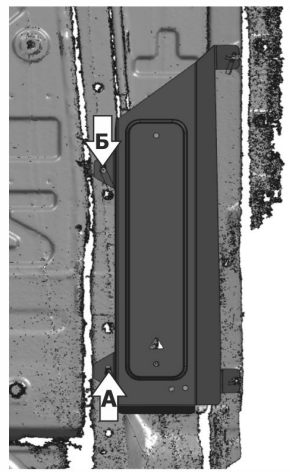

Рис.2
9. Экран 1 завести открытыми пазами на вкрученные болты М6х30 с шайбами 6 в отверстиях (В), (Г). В отверстия (А), (Б) вкрутить болты М8х30 с шайбами 8 через закрытые пазы экрана (рис.2).